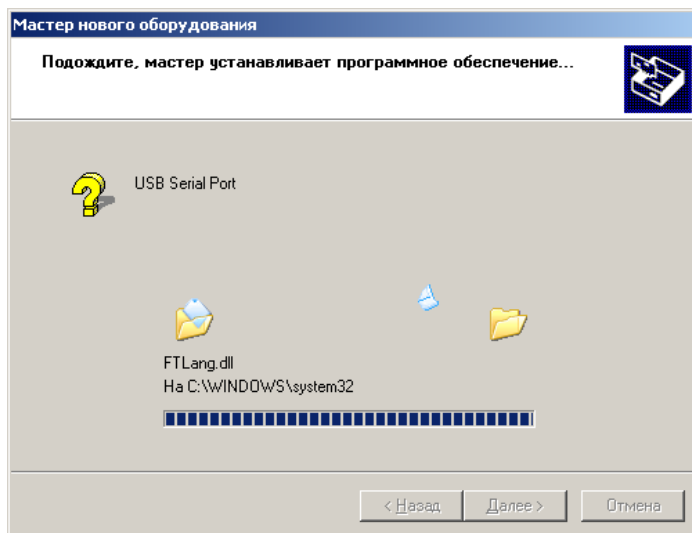

Рис.20. Копирование файлов драйвера USB Serial Port.
13) Будет произведено копирование файлов драйвера, показанное на рис.20.